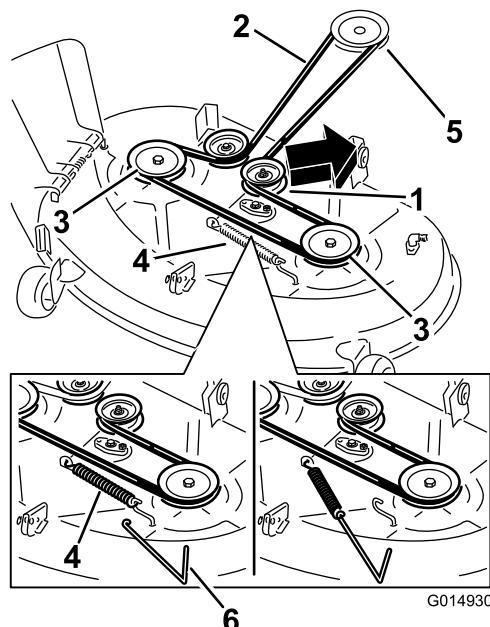
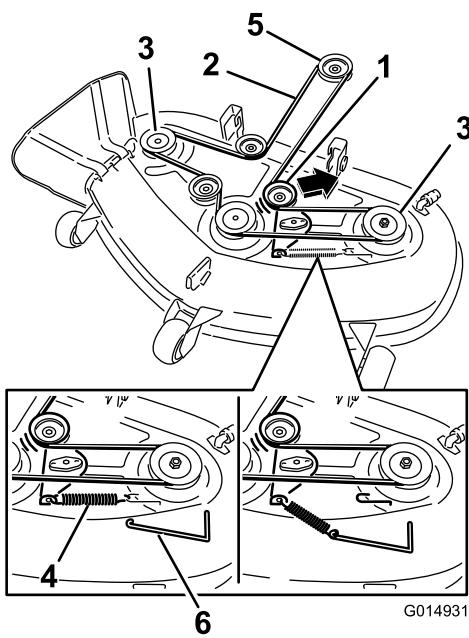

Figura 72
Figura 73
6. Utilizzando un attrezzo per la rimozione delle molle, (n. cat. Toro 92-5771), rimuovete la molla del tendicinghia dal gancio del piatto di taglio per eliminare la tensione sulla puleggia tendicinghia e fate scorrere via la cinghia dalle pulegge (Figura 72 e Figura 73).
7. Montate la nuova cinghia attorno alla puleggia del motore e a quelle del tosaerba (Figura 73).
8. Servendovi di un attrezzo per la rimozione delle molle, agganciate la molla di rinvio al gancio del piatto di taglio per mettere in tensione la puleggia tendicinghia e la cinghia (Figura 72 e Figura 73).